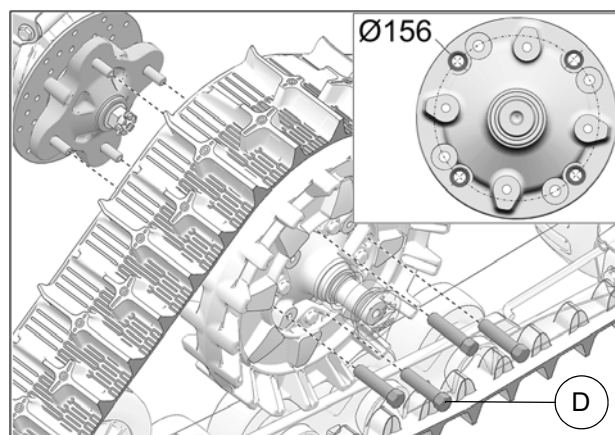

Fig. 8
8. Fixer le système de traction au moyeu de roue arrière. Utiliser le cercle de perçage de Ø156 mm et les écrous de roue M12 (**D**) fournis. Voir la Fig. 8